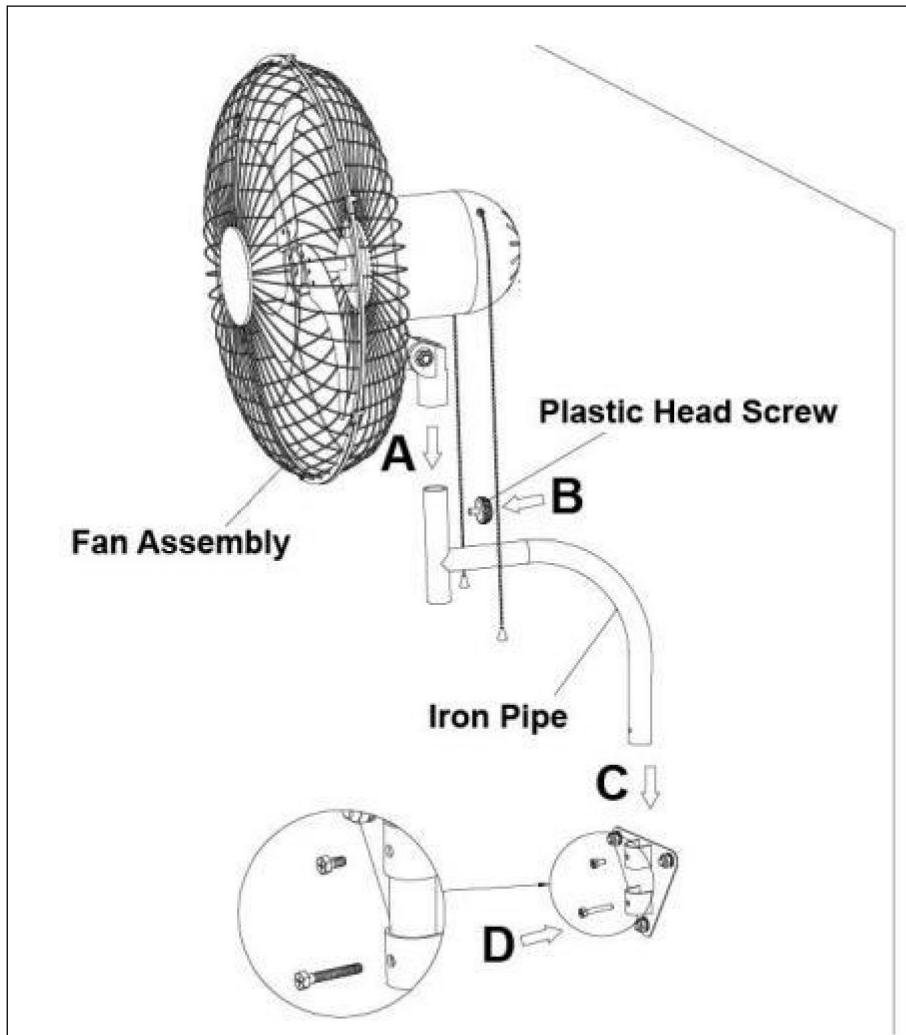

Fig.8.
- ventola 1).** Installare la testa della ventola sul tubo di ferro, quindi bloccare la vite con testa in plastica (9). Come mostrato in Fig.8. -AB
- 2). Installare il corpo della ventola sul pannello a parete (2), quindi bloccare le viti della staffa 1 (4) e le viti della staffa 2 (5). Si noti che i fori per le viti sulla staffa devono corrispondere ai fori per le viti sul pannello sospeso a parete. Come mostrato in Fig8, CD